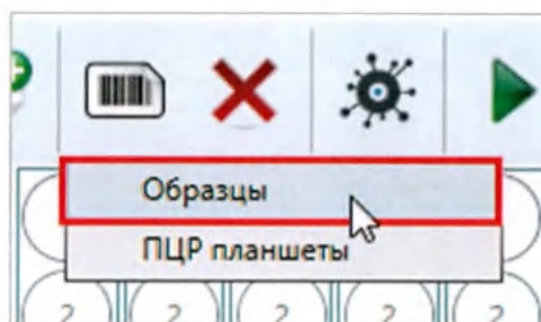
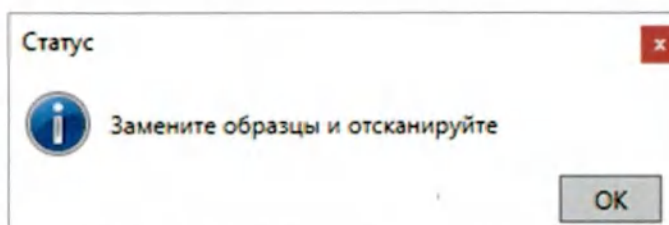

Рис. 36. Всплывающее меню для выбора объекта сканирования штрихкодов.
Рис. 42. Информационное окно о следующем действии сканирования
6.5.5.3. Закройте экран кожуха. В главном окне программы нажмите кнопку  (Сканировать) в главном меню, в открывшемся меню выберите пункт Образцы (Рис. 36). Комплекс произведет сканирование штрихкодов образцов загруженных штативов.
- «Да», если хотите добавить образцы. В этом случае появится окно с информацией о следующем шаге (Рис. 42). Установите образцы и выполните действия, как указано на Рис. 36 пункта 6.5.5. Для запуска следовать пункта 6.5.7 текущей инструкции.